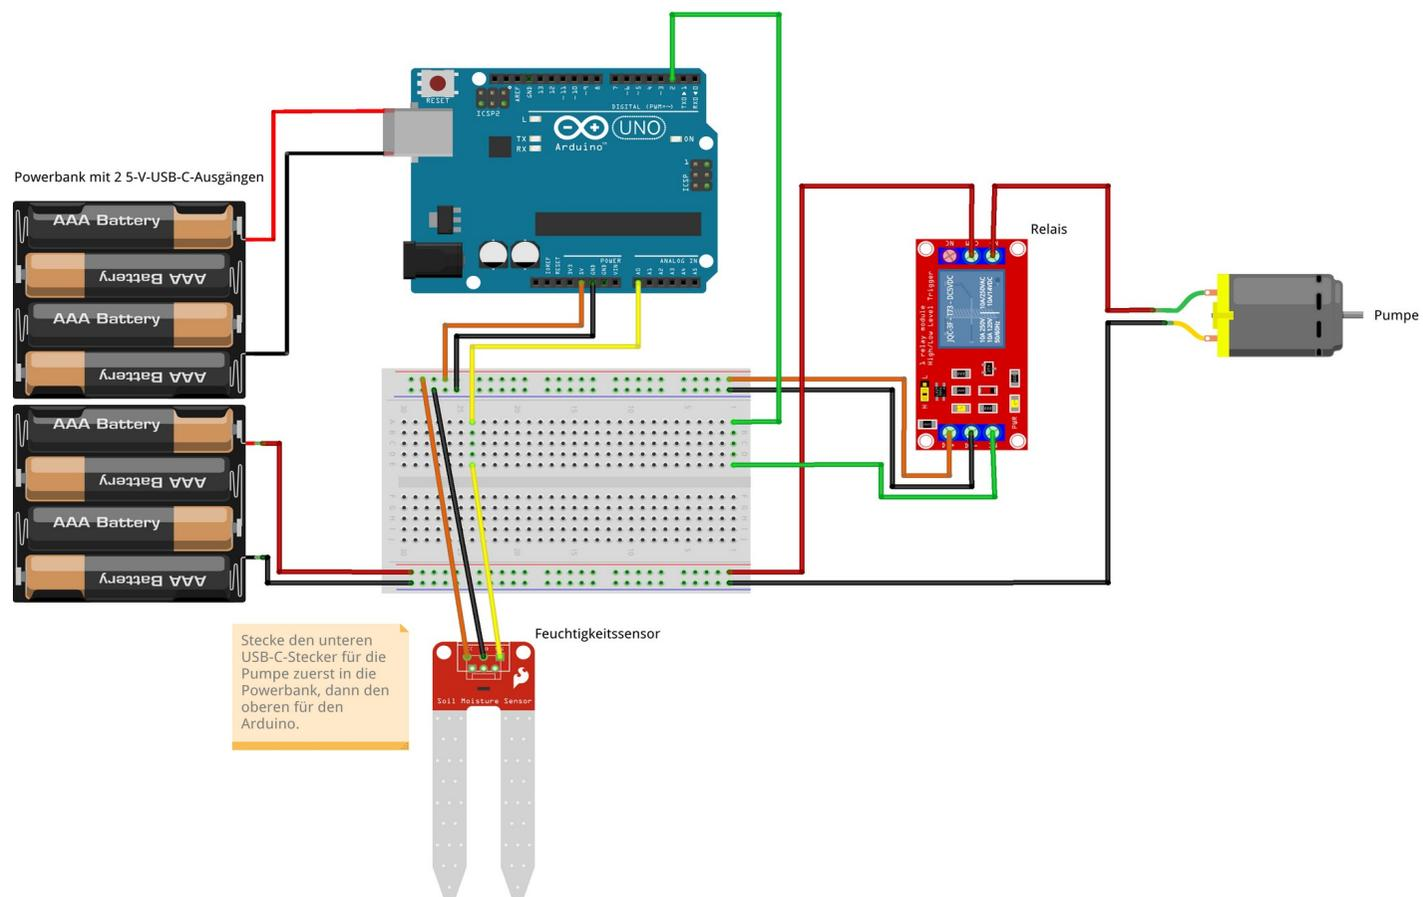

Fig. 3.1: Verdrahtungsplan für SCHLAUBEET – bitte die Orientierung des Arduino und des Breadboards beachten!
- Verbinde den **Feuchtigkeitssensor** elektrisch über das Breadboard mit dem Arduino Uno. Folge dabei der Darstellung in Fig. 3.1 auf S. 7. Hier gilt wieder, dass die Farben der Jumper Wires nicht so wichtig sind.
- Verbinde die **Wasserpumpe** elektrisch über das Breadboard mit dem Arduino. Folge dabei der Darstellung in Fig. 3.1 auf S. 7. Hier gilt wieder, dass die Farben der Jumper Wires nicht so wichtig sind.
2. dem Arduino Uno.Folge dabei der Darstellung in Fig. 3.1 auf S. 7.